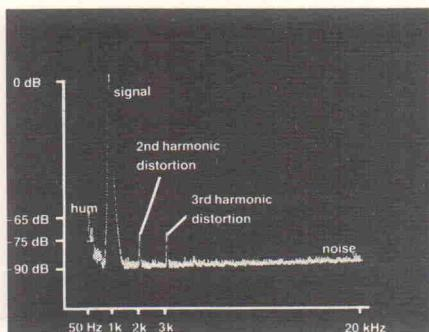

Bild 2
- Bild 2. Klirrfaktor bei 1 kHz